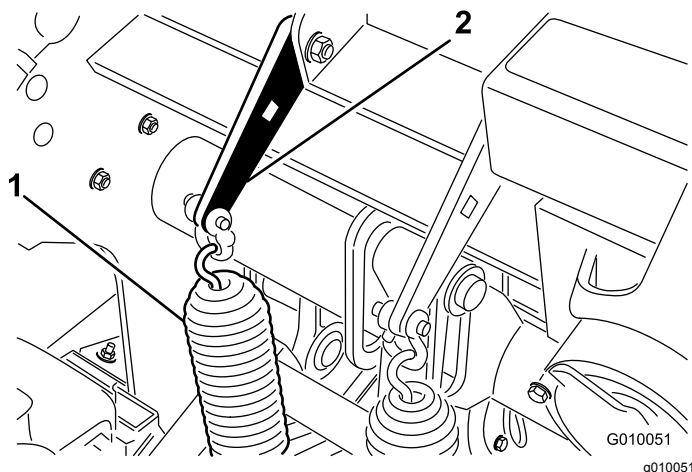

Figura 29
2. Allentate i dadi dei bulloni a testa tonda che fissano le foglie delle molle a balestra alla testa di carotaggio (Figura 29). Non toglierli.